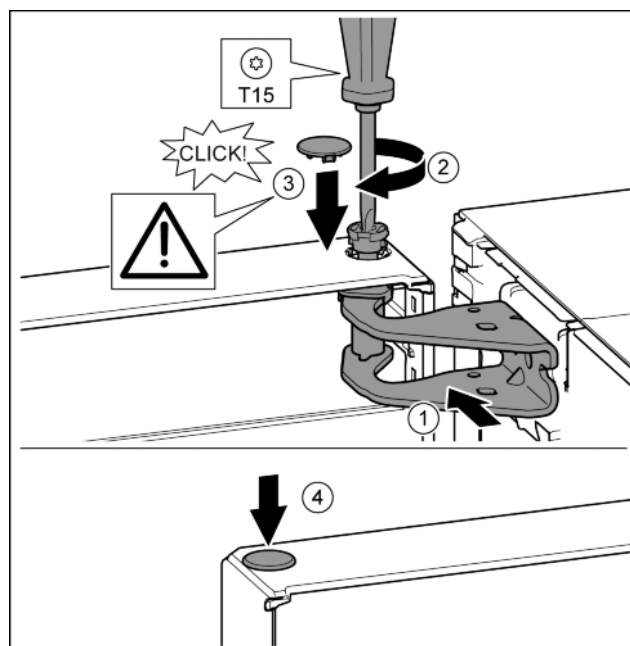

Fig. 17
- ▶ Vrata zgoraj naravnajte k odprtini v ležajnem podstavku. Fig. 17 (1)
- ▶ Vstavite sornik in ga privijte z izvijačem T15. Fig. 17 (2)
- ▶ Montirajte varovalni pokrov za varovanje vrat: Vstavite varovalni pokrov in preverite, če se nalega na vrata. Sicer popolnoma vstavite sornike. Fig. 17 (3)
- ▶ Vstavite čep. Fig. 17 (4)